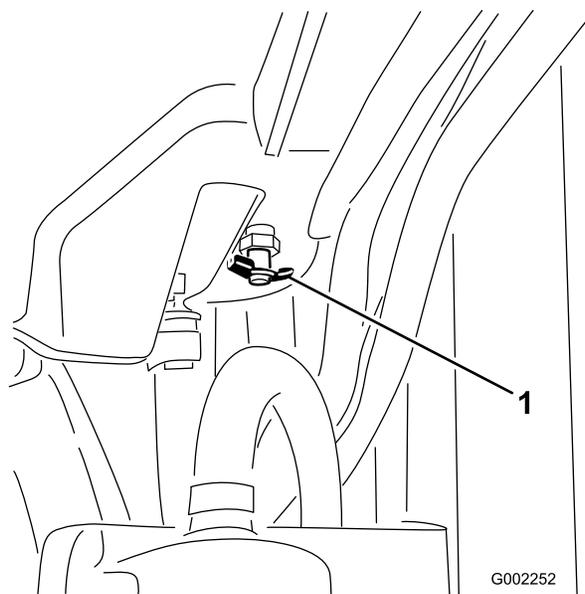

Figura 67
4. Abra o tampão do radiador (Figura 67) e deixe escorrer o líquido de arrefecimento para o recipiente.
5. Fecho o dreno (Figura 67).